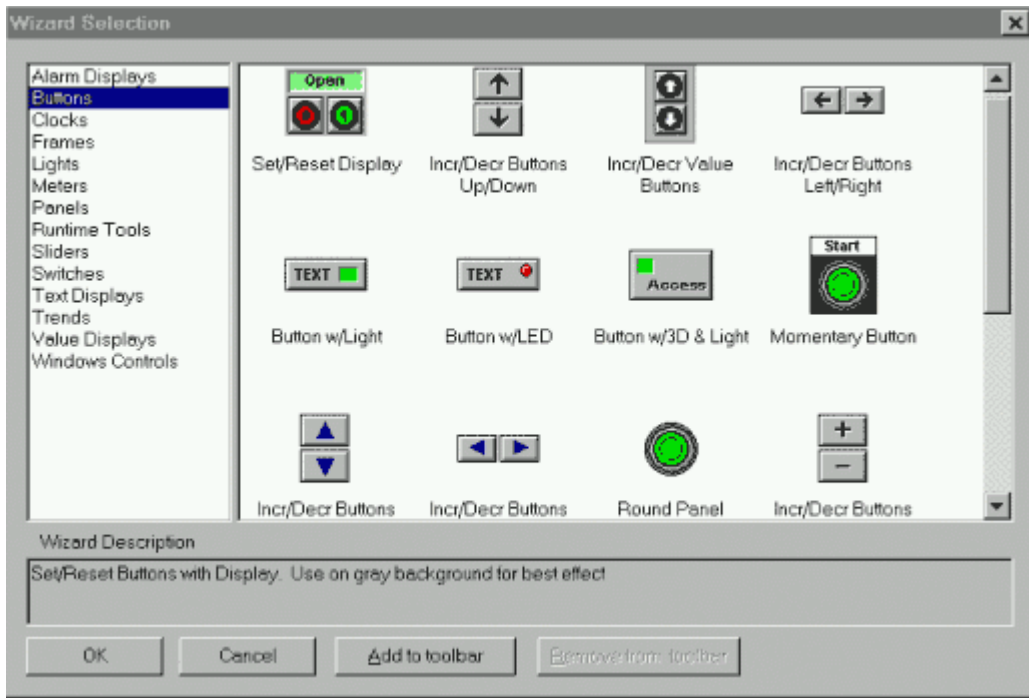

Рис.1.1.6. Диалог Wizard Selection (выбор мастер-объекта).
- Мастер-объект - это предварительно созданный компонент с определенными статическими и динамическими свойствами, находящийся в библиотеке мастер-объектов (Wizards) и доступный для многократного применения. Но, в отличие от компонента, динамические свойства которого настраиваются для каждой составляющей отдельно до объединения в компонент, динамические свойства мастер-объекта быстро настраиваются с помощью специализированного диалога. Другими словами, фирма Wonderware провела большую работу и создала огромное количество мастер-объектов (несколько тысяч), определив для каждого из них механизм быстрой настройки статических и динамических свойств. Все эти мастер-объекты разделены на большое количество групп и размещены в соответствующей библиотеке. Доступ к ней осуществляется нажатием иконки Wizard в интерфейсе WindowMaker, что вызывает появление на экране диалога Wizard Selection (Выбор мастер-объекта, рис. 1.1.6).
В правой части диалога приведены все мастер-объекты выбранной в данный момент группы (на рис. 1.1.6 - кнопки). Двойной щелчок по требуемому мастер-объекту возвращает пользователя в окно разработки приложения. Курсор принимает форму уголка с символом. Наконец, щелчок мыши на свободном месте окна приводит к появлению мастер-объекта в окне приложения. Для его конфигурирования (определения динамических свойств) следует дважды щелкнуть на мастер-объекте.